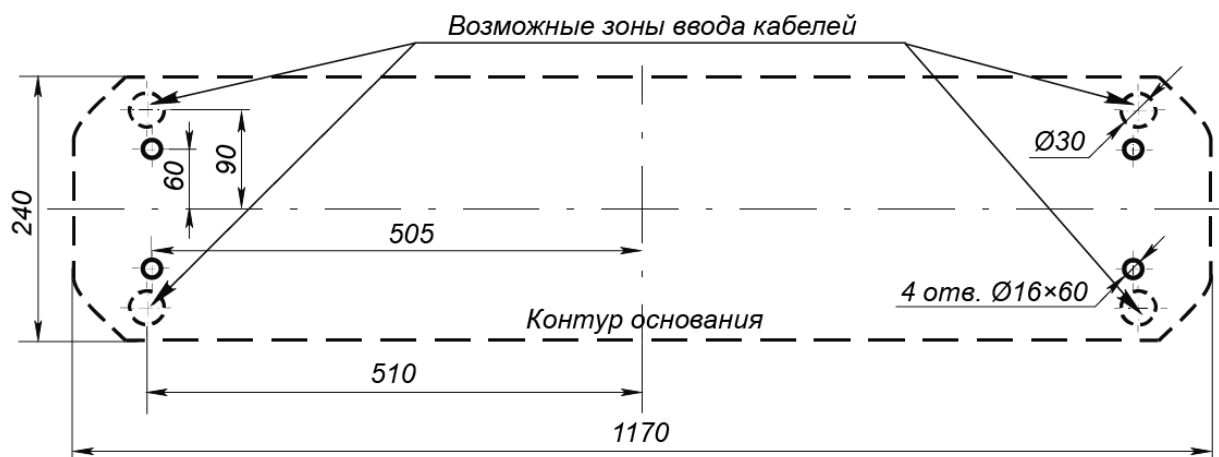
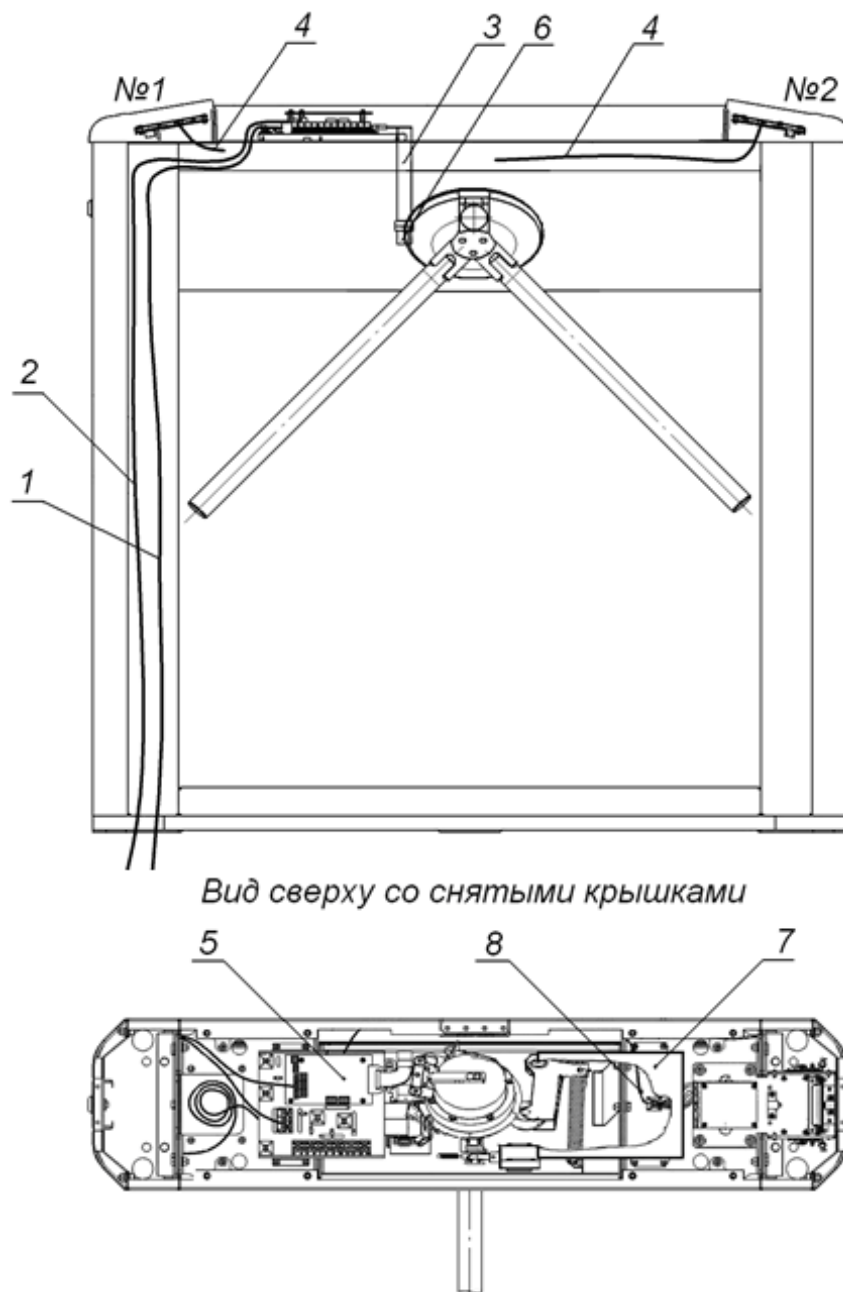

Рисунок 12. Схема разметки для установки стойки турникета¹
Рисунок 13. Схема прокладки кабелей в стойке турникета
1. Подготовьте в полу отверстия под гильзы анкеров для крепления стойки турникета (см. рис. 12). При необходимости прокладки кабелей под поверхностью пола подготовьте в полу кабельный канал, подходящий к зоне ввода этих кабелей в стойку турникета. Установку и крепление стойки производите после прокладки всех кабелей в кабельном канале и внутри стойки. Прокладка кабелей внутри стойки показана на рис. 13.
Возможна установка картоприемника с противоположной стороны турникета. При этом торцевые крышки (5) со считывателями свои местоположения не меняют. При производстве механизм картоприемника установлен со стороны считывателя №2 (см. рис. 13).
1. Снимите крышку (3) в порядке, указанном в разделе 6.
2. Извлеките контейнер картоприемника (9), открыв замок (10).
3. Извлеките заглушку (7) с противоположной стороны, открыв замок (8).
4. Демонтируйте торцевые крышки (5); каждая крышка крепится двумя винтами M4×16 и двумя шурупами Ø4,2×19 снизу со стороны контейнера (9) или заглушки (7); кабели считывателей, находящихся внутри крышек, не отсоединяйте.
7. Отсоедините кабель картоприемника (8, рис. 13) со стороны платы картоприемника.
9. Переложите кабель картоприемника (8, рис. 13) на сторону считывателя №1. Для фиксации кабеля используйте самоклеящиеся площадки и пластиковые стяжки, входящие в комплект поставки.
10. Подсоедините кабель картоприемника (8, рис. 13) к плате картоприемника (см. рис. 10) согласно схеме (рис. 14).
11. Установите торцевые крышки (5) в рабочее положение и закрепите в порядке, обратном снятию.
12. Установите в рабочее положение контейнер картоприемника (9) со стороны механизма картоприемника, а заглушку (7) – с противоположной стороны.
13. Установите крышку (3) в рабочее положение (см. разд. 6).
Конструкцией турникета предусмотрена возможность установки платы контроллера СКУД внутрь корпуса турникета. Установка платы осуществляется на кронштейн (7, рис. 13). Максимальный допустимый размер устанавливаемой платы контроллера 160×150×35 мм.